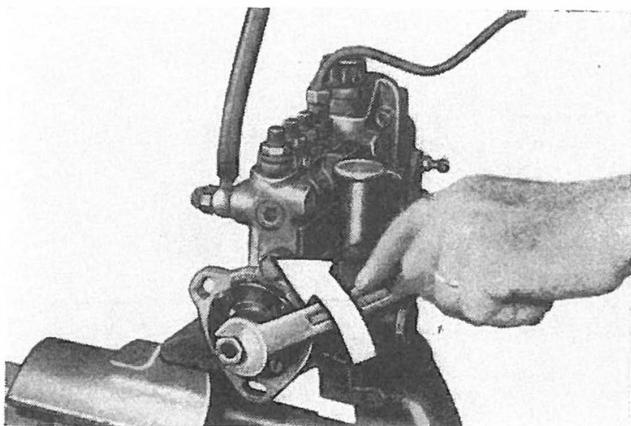

Fig. 98
- Collegare la tubazione arrivo combustibile ad un serbatoio, disporre la pompa, in portata massima, su una morsa e ruotarla a mano nel senso della freccia (Fig. 98). Il combustibile proveniente dal serbatoio penetrerà nella pompa attraverso il foro di alimentazione del cilindretto e sgorgherà all'esterno dal tubicino dell'attrezzo o dal raccordo di mandata.
- Connect fuel feeding tube to a tank, place pump in maximum delivery position in a vice and rotate it manually in direction shown by arrow (Fig. 98). Fuel coming from tank will go into injection pump through cylinder feeding orifice and will gush out from tool tube or from delivery union.
- Raccorder les tubes d'arrivée de combustible à un réservoir, placer la pompe sur étau, en position de débit maximum, et la tourner à la main dans le sens de la flèche (fig. 98). Le combustible venant du réservoir entrera dans la pompe par le trou d'alimentation du cylindre de pompe et débordera par le tube de l'outil ou par le raccord de refoulement.